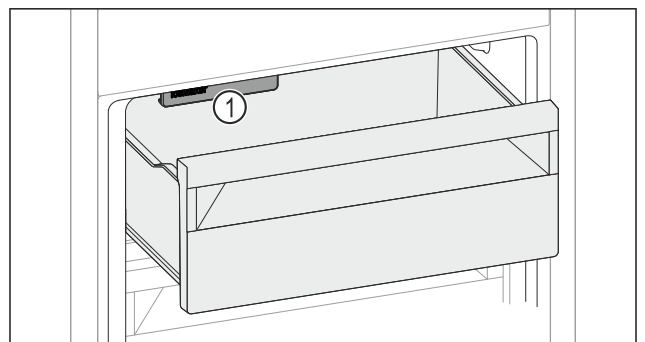

Fig. 158
- ▶ Слідкувати за функцією IceMaker Fig. 158 (1).